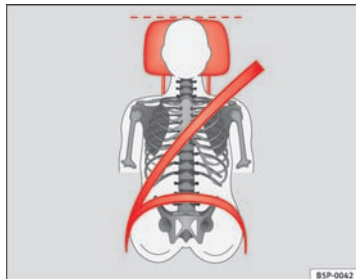

Fig. 12 Korrekt placering af sikkerhedssele og hovedstøtte set forfra
- Selens skulderdel skal sidde ca. midt på skulderen. Sikkerhedsselen skal sidde fladt og tæt ind til overkroppen ⇒ Fig. 12.